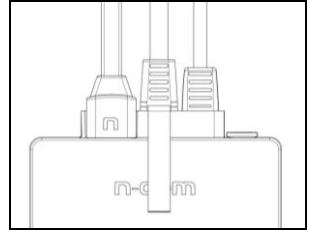

Fig. 30
- Introdurre delicatamente il connettore nella sua sede fino al completo inserimento (Fig. 30).